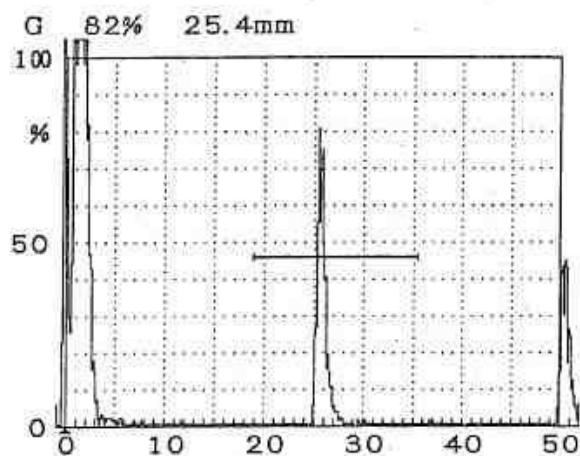

図 6.2.22 印刷様式の例 (探傷報告様式 2)
- (3) 探傷報告様式(2)：探傷報告様式(1)と同様の探傷图形又は周波数分析結果と、日付、UI-23の製造番号、探触子、試験者、試験体を図6.2.22に示したようにA4サイズの紙に印刷します。